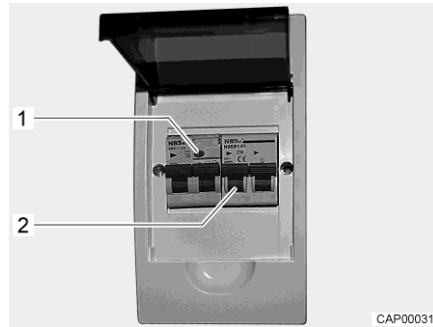

Fig. 69 Caja de fusibles de 230 V con interruptor de protección de línea e interruptor FI
Un interruptor de corriente de defecto (interruptor FI) en la caja de fusibles asegura el vehículo completo contra corriente de defecto (0,03 A). Un interruptor de protección de línea conectado en serie (10 A) (Fig. 69,2) asegura la red de a bordo de 230 V.
- Si el vehículo está conectado a la alimentación de 230 V, pulsar la tecla de prueba (Fig. 69,1). Se debe activar el interruptor de corriente de defecto.